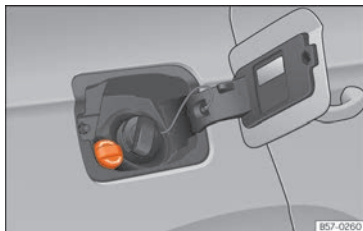

Fig. 302 Tapón de la boca de llenado del depósito de AdBlue.
- Abra la tapa del depósito » fig. 302.
- Gire el tapón de cierre de la boca de llenado de SCR hacia la izquierda » fig. 302.